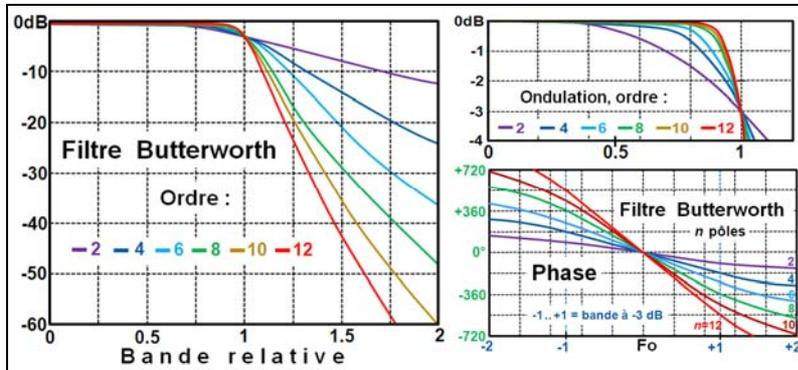
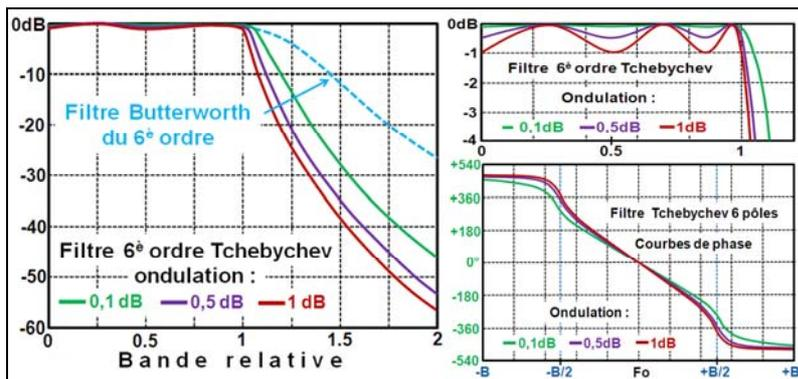

Figure 1.
Figure 2.
Ce sont les filtres les plus employés dès que l'on veut obtenir une réponse à amplitude constante dans une grande partie de la bande passante. Nous avons sur la figure 1 les réponses dans la bande passante et hors bande selon l'ordre du filtre prototype (1).
On emploie ces filtres quand on n'est pas trop exigeant sur la linéarité de l'amplitude et de la phase dans la bande passante. Ils permettent pour un même facteur de forme de réaliser le filtre avec moins de pôles que pour le Butterworth, donc (en principe) moins de pertes. Voir sur la figure 2 un exemple de filtre Tchebychev avec trois ondulations différentes (filtre prototype du 6ème ordre et filtre passe-bande 6 pôles).
Nous pouvons voir sur la figure 2 qu'avec une ondulation de seulement 0,1 dB, pour le même ordre, il y a une nette amélioration du facteur de forme du "Tchebychev" par rapport au "Butterworth". Mais cela se paie par une ondulation de phase dans la bande passante. Par ailleurs la réalisation pratique demande un Q à vide des composants bien plus élevé (ici, on suppose qu'ils sont infinis).
Considérons le filtre prototype. Comme nous l'avons vu sur la figure 1 du dernier "Comment ça marche", la fréquence de transition  $F_T$  est la frontière entre la bande passante pour une ondulation de  $A_{dB}$  et la bande de transition. Si l'ondulation n'est pas spécifiée, alors la fréquence de transition est égale à la fréquence de coupure  $F_C$  à -3 dB et correspond donc à une ondulation de 3 dB (2). Si l'on spécifie une ondulation inférieure à 3 dB, la fréquence de transition sera à l'intérieur de la bande passante à -3dB.
Sur la figure 1 (filtre de Butterworth), nous voyons bien la fréquence de transition à -1 dB se rapprocher de la fréquence de coupure quand on augmente l'ordre du filtre.
Sur la figure 2 (filtre de Tchebychev), nous voyons bien la fréquence de coupure à -3dB se rapprocher de la fréquence de transition pour  $n_{dB}$  d'ondulation quand  $n$  augmente (la bande relative se rapporte ici à la fréquence de transition alors que pour la figure 1, elle se rapporte à la fréquence de coupure à -3dB).